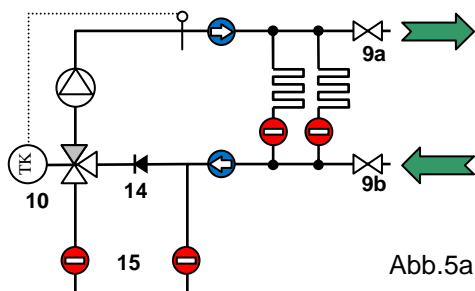

Abb.5a
Zunächst den Verteiler und die Regelstation mit Heizwasser nach VDI 2035 füllen. Dazu den Füllschlauch an Rücklauf (9b) und Entleerschlauch an Vorlauf (9a) anschließen (Abb.5a). Die Hähne (9a und 9b) öffnen und Verteiler und Regelstation füllen, bis Wasser an dem Hahn im Vorlauf (9a) austritt. Danach beide Hähne wieder schließen. Bei kalten Wassertemperaturen sollte das Fühlerelement des Thermostatkopfes (10) aus der Tauchhülse gezogen oder eine Bauschutzkappe anstatt des Thermostatkopfes verwendet werden, damit der Durchfluss durch das Dreiwegeventil gewährleistet wird.